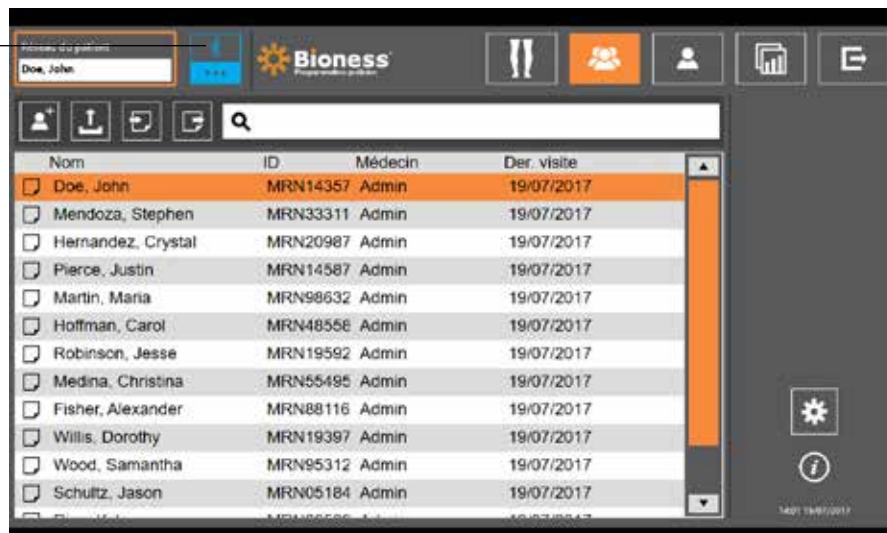

Figure 9-0 : Icône Bluetooth®
3. L'écran de base de données du patient apparaît. Appuyez sur l'icône Bluetooth® dans la navigation. Reportez-vous à la figure 9-0.